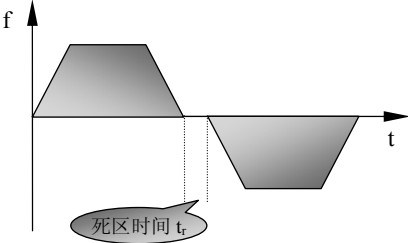

图 5-1 正反转切换时间
- 该参数是指变频器由正转运行过渡到反转运行的过程中, 在输出 0Hz 时所必须的过渡时间 (如图 5-1 所示)。设置该功能可减缓方向切换过程中的电流冲击。